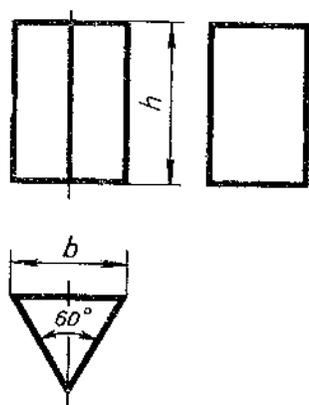

Рисунок 20
**Призма.** Для простоты рассмотрим треугольную прямую призму. Две проекции призмы - прямоугольники, а третья имеет форму треугольника. В зависимости от расположения призмы относительно осей проекций форму треугольника может иметь и горизонтальная, и фронтальная, и профильная проекции (Рисунок 20).